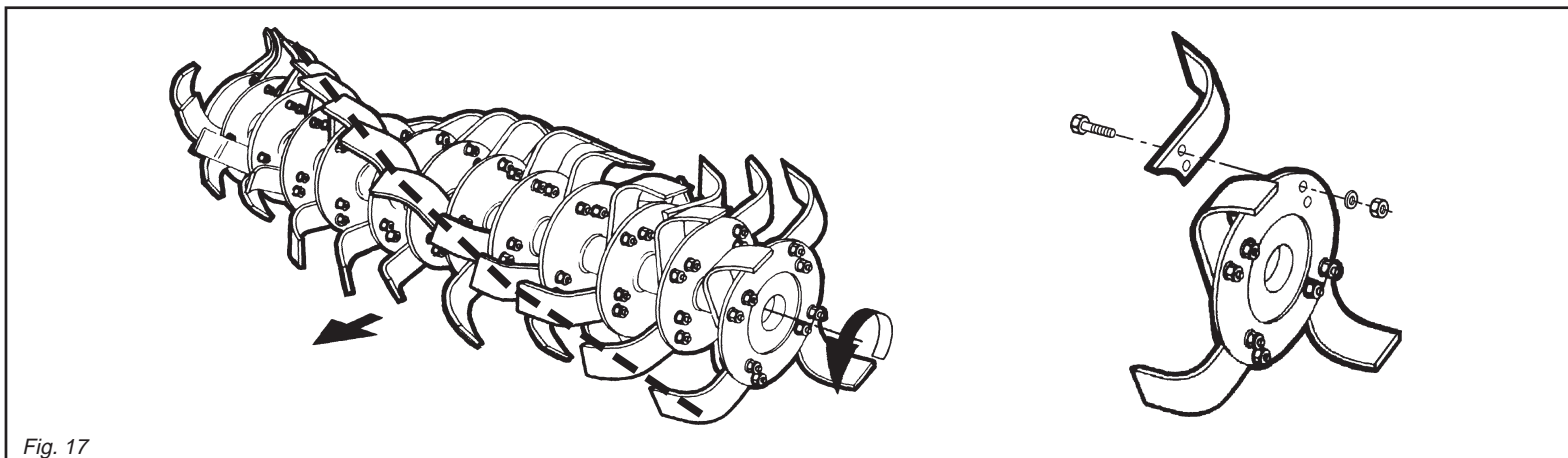

Fig. 17
Le zappette con cui viene equipaggiata la zappatrice sono adatte per la lavorazione su terreni di normale conformazione. Controllare giornalmente la loro usura o integrità. Qualora durante il lavoro dovesse per cause accidentali piegarsi (o rompersi) è necessario sostituirle immediatamente avendo l'accortezza di rimontare la nuova zappetta nella identica posizione di quella da sostituire (Fig. 17). Se fosse necessario sostituire più zappette, è consigliabile effettuare le operazioni di smontaggio e montaggio, sempre una zappetta alla volta, per evitare così errori di posizione. Le zappatrici sono normalmente equipaggiate con 4 zappette per flangia. È possibile però, quando il terreno è umido e tende ad impastarsi, montare 6 zappette per flangia.
**I bulloni che fissano le zappette devono avere la testa dalla parte delle zappette e il dado con relativa rondella dalla parte della flangia (Fig. 17).**
*The hoe blades with which the steering hoe is equipped can work soils of normal conformation. Check the degree of wear and condition of the hoe blades each day. If the blades should accidentally bend (or break) during work, they must be immediately replaced. Remember to mount the new hoe blade in exactly the same position as the old one (Fig. 17). If several hoe blades must be replaced, it is advisable to remove and assemble one hoe blade at a time in order to prevent positioning errors. The steering hoes are normally equipped with 4 blades per flange. When the soil is wet and tends to clog it is, however, possible to mount 6 hoe blades per flange.*
***The heads of the bolts fixing the hoe blades in place must be on the side of the hoe blades themselves, while the nut with relative washer must be on the flange side (Fig. 17).***
Die Hackmesser, mit der die Hackfräse ausgerüstet wird, eignen sich zur Bearbeitung von Boden mit normaler Beschaffenheit. Sie sind täglich auf ihre Unversehrtheit und ihren Verschleißzustand zu prüfen. Sollten sie bei der Arbeit verbiegen oder zu Bruch gehen, müssen sie sofort ersetzt werden. Dabei ist zu beachten, daß man das neue Hackmesser an der gleichen Stelle montiert, an der sich das beschädigte befand (Abb. 17). Sollten gleich mehrere Hackmesser zu ersetzen sein, sollte man jeweils ein Hackmesser ein- und ausbauen, um eine falsche Einbauposition zu vermeiden. Die Hackfräsen sind in der Regel mit 4 Hackmessern pro Flansch ausgerüstet. Wenn der Boden allerdings feucht ist und daher an den Werkzeugen kleben bleibt, kann man auch 6 Hackmesser pro Flansch montieren.
**Die Schrauben, mit denen man die Hackmesser befestigt, müssen den Kopf auf der Seite des Hackmessers und die Mutter mit der Unterlegscheibe auf der Flanschseite haben (Abb. 17). Die Werte des Abzugsmoments beachten, das in der Tabelle angegeben ist.**
*Les couteaux montés sur la houe sont indiqués pour travailler les sols ordinaires. Contrôlez tous les jours leur usure et intégrité. Lorsqu'ils se plient (ou se cassent) pendant le travail il faut les remplacer aussitôt. Le nouveau couteau devra être monté exactement dans la position de celui à remplacer (Fig. 17). S'il faut remplacer plusieurs couteaux, démontez et montez toujours un couteau à la fois, pour éviter des erreurs de position.*
***Les boulons de fixation des couteaux doivent avoir la tête côté couteau et l'écrou avec la rondelle côté flasque (Fig. 17).***
Las azadillas que presenta la máquina son idóneas para trabajar sobre terrenos de normal conformación. Controlar todos los días su buen estado y eventual desgaste. Si durante el trabajo por eventuales accidentes se doblan o rompen es necesario sustituirlos inmediatamente prestando atención de montar la nueva azadilla en la idéntica posición de la precedente (Fig. 17). Si es necesario sustituir varias azadillas aconsejamos efectuar las operaciones de desmontaje y montaje siempre una azadilla a la vez, para evitar errores de posición. Las binadoras presentan de serie 4 azadillas por brida. Es posible sin embargo cuando el terreno es húmedo y se empastan, montar 6 azadillas por brida.
**Los bulones que fijan las azadillas deben tener la cabeza de la parte de las azadillas y la tuerca con la relativa arandela de la parte de la brida (Fig. 17).**
Se si devono sostituire le zappette, fare attenzione che le nuove assumano la posizione di quelle smontate (Fig. 17).
remember to set the new blades in the same positions as the demounted ones (Fig. 17).
Wenn man die Hackmesser ersetzen muß, darauf achten, daß die neuen in der Position der ersetzten am Hackstern angebracht werden (Abb. 17).
couteaux occupent les positions de ceux démontés (Fig. 17).
Quando sustituimos azadillas respetar la posición de las azadillas desmontadas (Fig. 17).